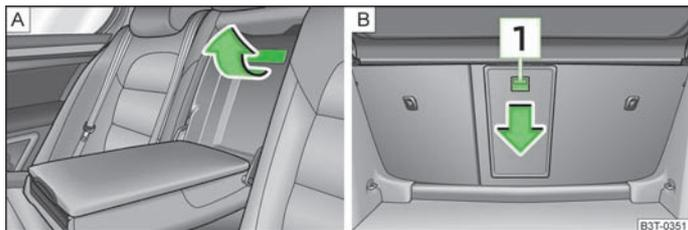

Fig. 100 Sedili posteriori: Maniglia della copertura / Bagagliaio: tasto di sbloccaggio
- Tirare l'impugnatura verso l'alto e abbassare il coperchio verso il basso » fig. 100 - A.
- Spingere verso il basso il tasto di sbloccaggio 1 » fig. 100 e ribaltare in avanti il coperchio (con il bracciolo).